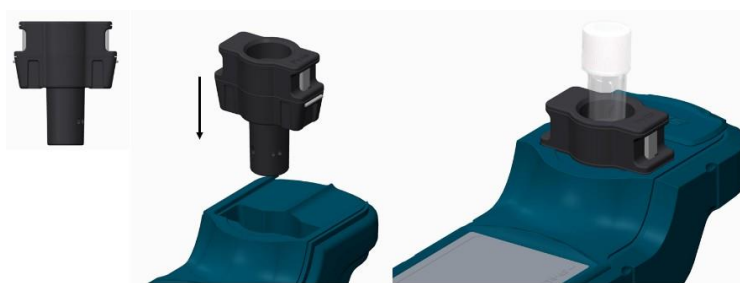

Figura 9.
1. Inserte el adaptador del vial de 16 mm en el compartimento de la muestra, asegúrese de que el texto del adaptador está hacia arriba (Figura 9).
- (a) Con una pipeta, añada 3 ó 6 mL de agua desionizada (DI) a un vial de extracción Pyxis de 16 mm con disolvente de extracción precargado.